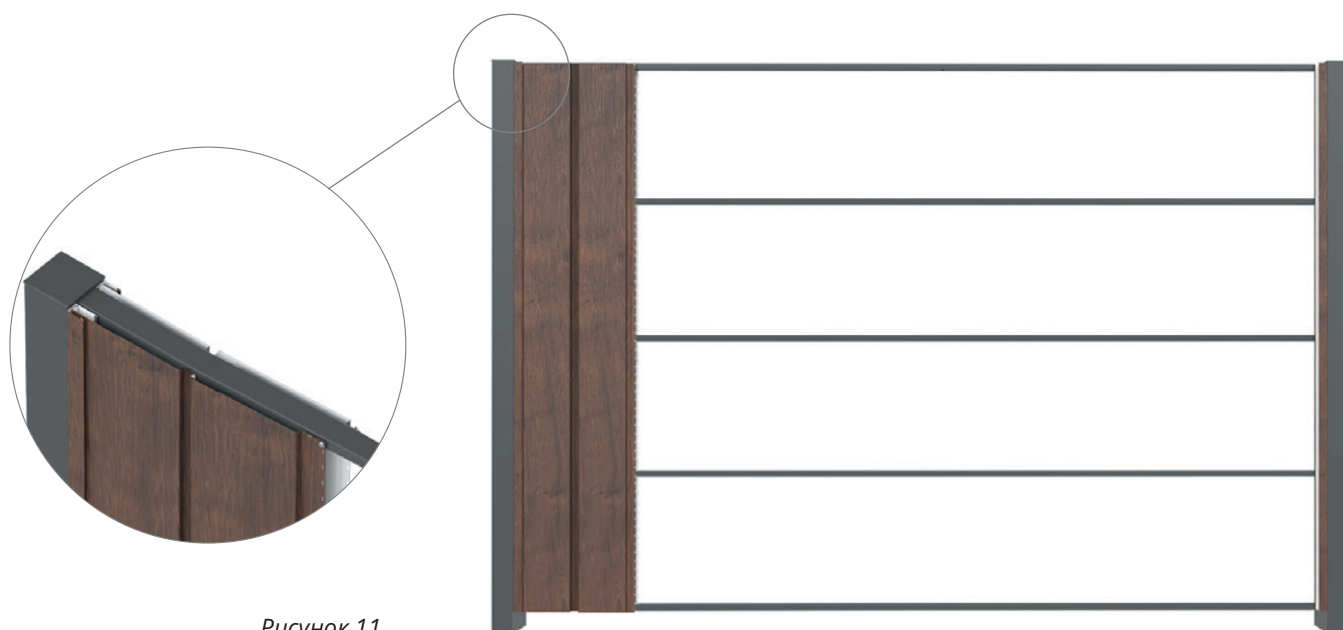

Рисунок 11
2. Выберите удобное для вас направления монтажа панелей. Первую панель установите в боковую планку той частью, на которой нет перфорации. Закрепите панель к горизонтальному профилю каркаса саморезами ПШС 4,2x16 (рис.11).